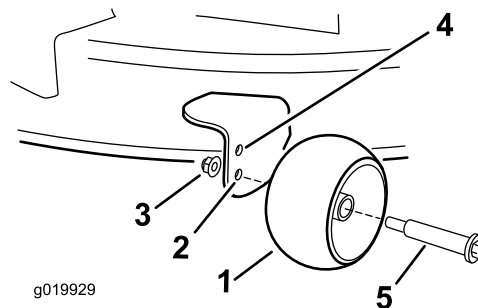

Figura 28
- Foro superiore – utilizzare questa posizione con il piatto di taglio a un'altezza di taglio di 63 mm e inferiore (Figura 28).
- Foro inferiore – utilizzare questa posizione con il piatto di taglio a un'altezza di taglio di 76 mm e superiore (Figura 28).